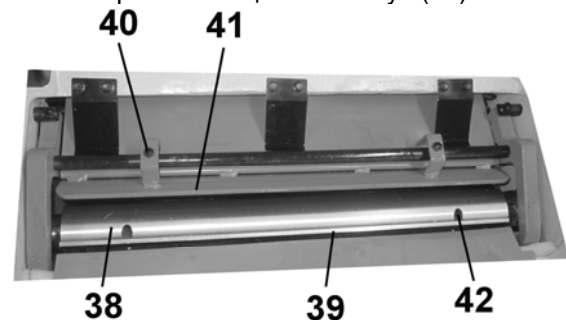

Рис. 12
10.2. Регулировка строгальных ножей (Рис. 12 - 14)